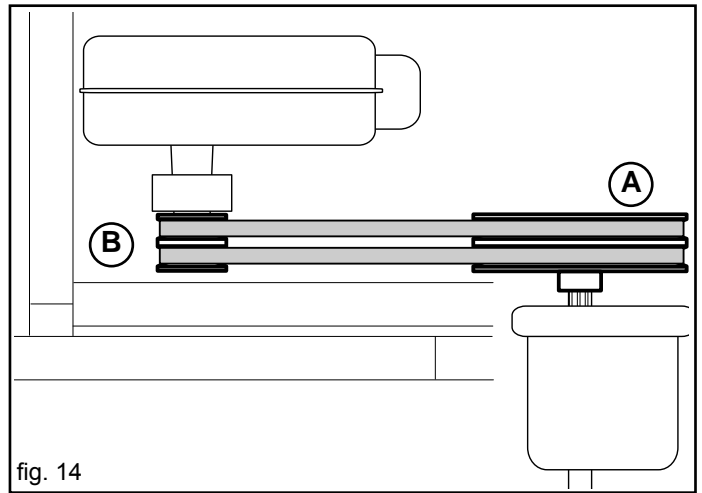

fig. 14
- 2) Die Führungen (C Abb. 12) des Anschlussdreiecks mit Schmierfett schmieren, um das Ankuppeln zu erleichtern, und sicherstellen, dass der Federbolzen wie auf Abbildung 14 Ref. B dargestellt positioniert ist.
- 1) Die Riemen werden zwischen die an dem hinteren Leistungsabgreifpunkt der Egge und an dem Zentrifugalanschluss des Gebläses angebrachten Riemenscheiben eingelegt (Abb. 14).